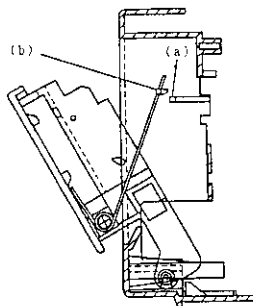
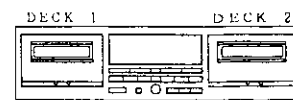

Fig. 7-2
Fig. 7-3
1. Fije el resorte de puerta en la posición (b) según la Fig. 7-2 y ponga de pie y recto el conjunto del panel delantero tal como muestra la Fig. 7-3.